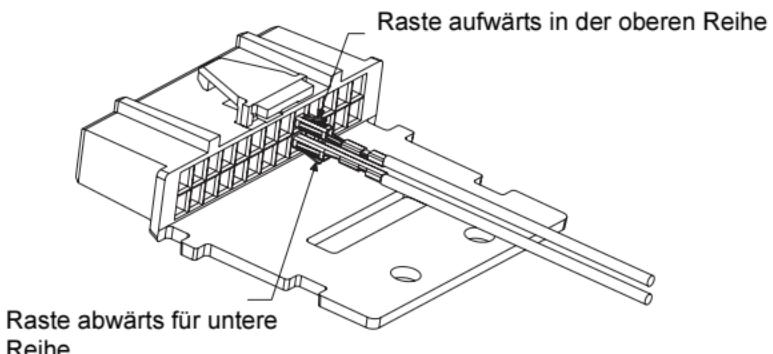

Abb. 3. Terminalausrichtung
3. Stecken Sie den Kabeldraht mit Kontaktstift in den Pin Nr. 23 des Zubehöranschlusses wie in Abb. 3 dargestellt.